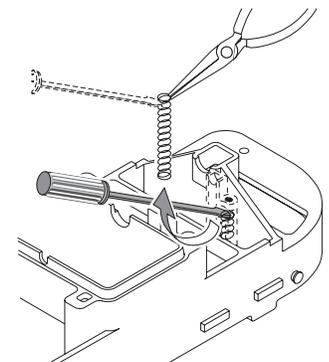

Figure 25
7. À l'aide d'un petit tournevis (comme celui d'un bijoutier), d'un crayon ou la pointe d'un stylo, appuyer sur le ressort hélicoïdal, puis le sortir de l'axe de fixation de la brosse de relevage (**Figure 25**). Au besoin, remplacer la brosse et le ressort.